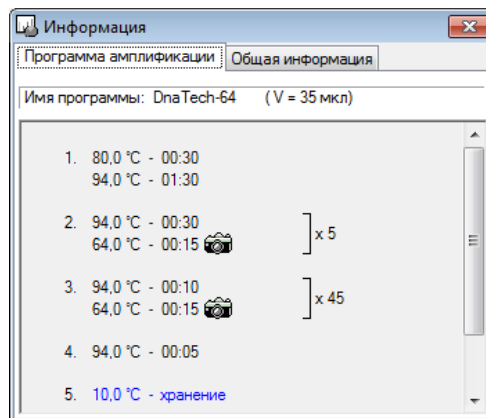

Рис.67 Просмотр сведений о протоколе
– информация о протоколе: программа амплификации, имя файла протокола, номер прибора и т.д. (Рис.67).